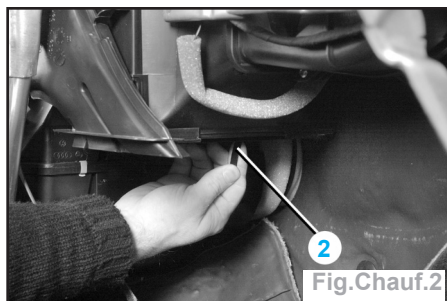

Fig.Chauf.2
- Dégager la languette (2) de maintien du filtre (Fig.Chauf.2).